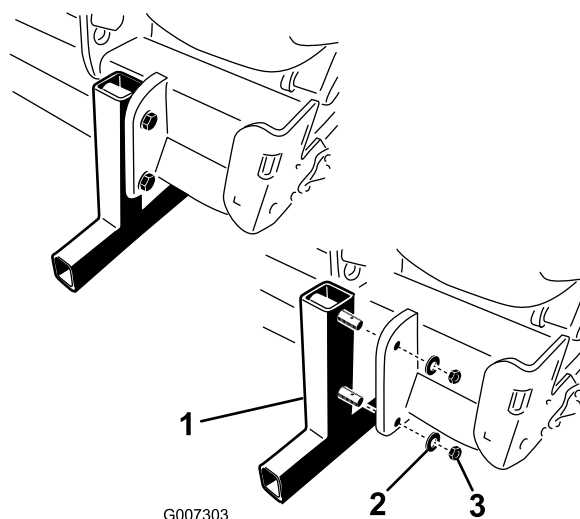

Figure 16
2. Enlevez les écrous et rondelles de blocage qui fixent les supports de remisage à l'aérateur (Figure 16).
4. Insérez les goupilles à anneau (fournies avec les pièces détachées) dans les ergots des supports pour le remisage (Figure 16).